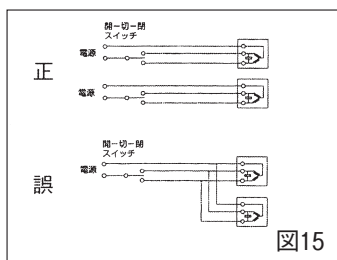

図15
Z. 2台以上のアクチュエータを一つの切換えスイッチで開閉させると、廻り込み回路ができ誤動作しますので、1台ずつスイッチし、またはリレー接点を設けてください。(図15)